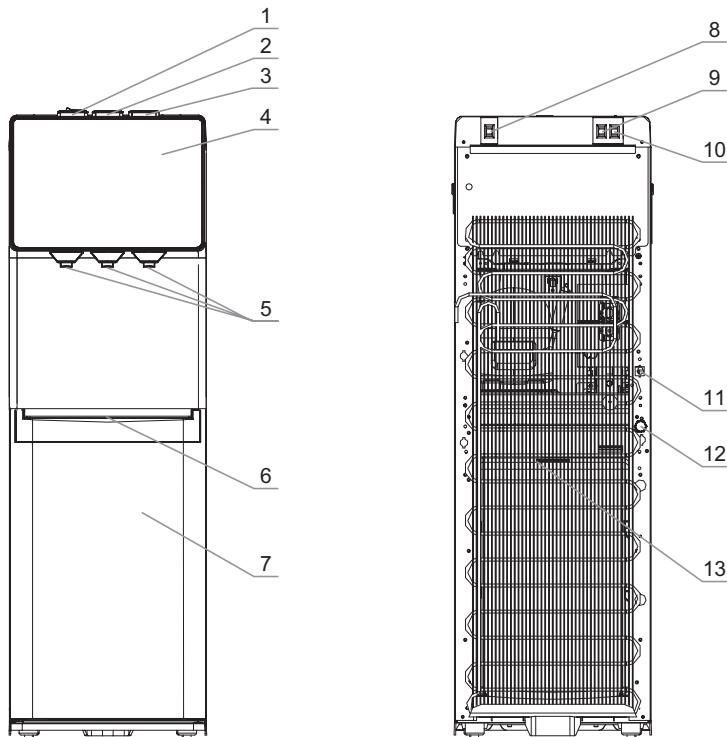

Рис. 1. Схема аппарата V400AS
## **Кнопки подачи воды (рис. 1–1, 1–2, 1–3)**
Поставьте чашку или другую емкость для воды на лоток каплесборника (рис. 1–6) под кран подачи воды. Чтобы налить горячую воду нажмите и удерживайте кнопку подачи горячей воды (рис. 1–1), сдвинув замок влево. Чтобы налить воду комнатной температуры или холодную воду нажмите и удерживайте кнопки подачи воды комнатной температуры или холодной воды (рис. 1–2, 1–3). В силу технических особенностей кранов допустимо подкашивание воды в объеме 5–10 мл, после каждого использования аппарата, капли стекают в лоток каплесборника (рис. 1–6).
## **Выключатели нагрева (рис. 1–9) и охлаждения (рис. 1–10)**
## **Панель индикации (рис. 1–4)**
Подсветка аппарата включается и выключается с помощью выключателя, расположенного на задней панели аппарата (рис. 1–8).
1. Установите выключатели нагрева и охлаждения (рис. 1–9, 1–10) в положение **OFF**.
4. Остатки воды в системе необходимо слить через сливное отверстие (рис. 1–12), расположенное на задней стенке аппарата, после чего закрыть отверстие.
5. Остатки воды в системе необходимо слить через сливное отверстие (рис. 1–12), расположенное на задней стенке аппарата, после чего закрыть отверстие.